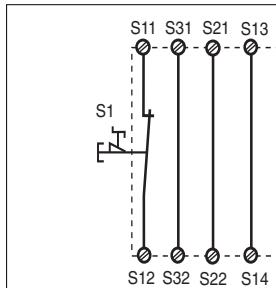
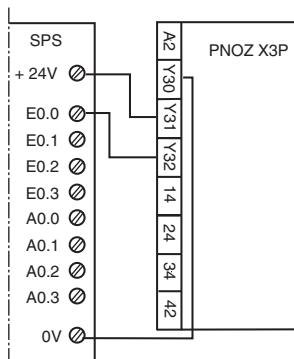

Fig. 2: Circuito de entrada monocanal, rearne automático/Circuito di ingresso monocanale, start automatico/Eenkanalig ingangscircuit, automatische start
Fig. 11: Ejemplo de conexión para salida de semiconductor/Esempio di collegamento per uscita a semiconduttore/Aansluitvoorbeeld van halfgeleideruitgang
En las Fig. 2 ... a Fig. 11 se presentan ejemplos de conexión para modo de conexión de parada de emergencia con rearne automático y manual, control de puerta protectora y de barrera fotoeléctrica así como multiplicación de contactos mediante contactores externos.
- Fig. 2 y 7: **no hay** conexión S33-S34
In fig. 2 ... fig. 11 worden aansluitvoorbeelden gegeven van noodstopschakeling met automatische en bewaakte start, hekbewaking en contactvermeerdering door middel van externe magneetschakelaars.